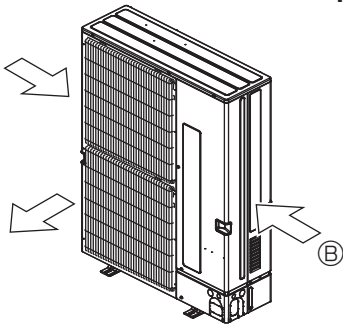

Fig. 2-4
- ③ Coloque la unidad de manera que la salida de aire sople en dirección perpendicular a la dirección estacional del viento, si la conoce. (Fig. 2-4)